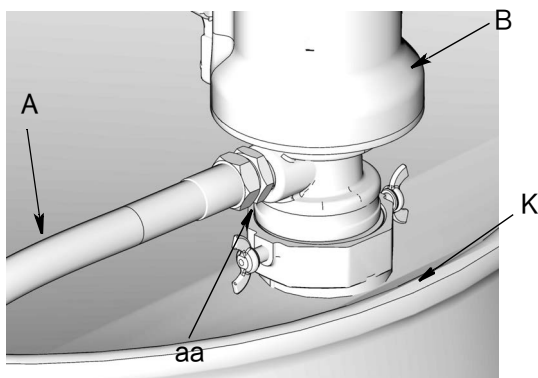

图 3
**安装出口软管 (图 3)**
2. 将流体软管 (A) 连接至旋转适配器 (aa)。